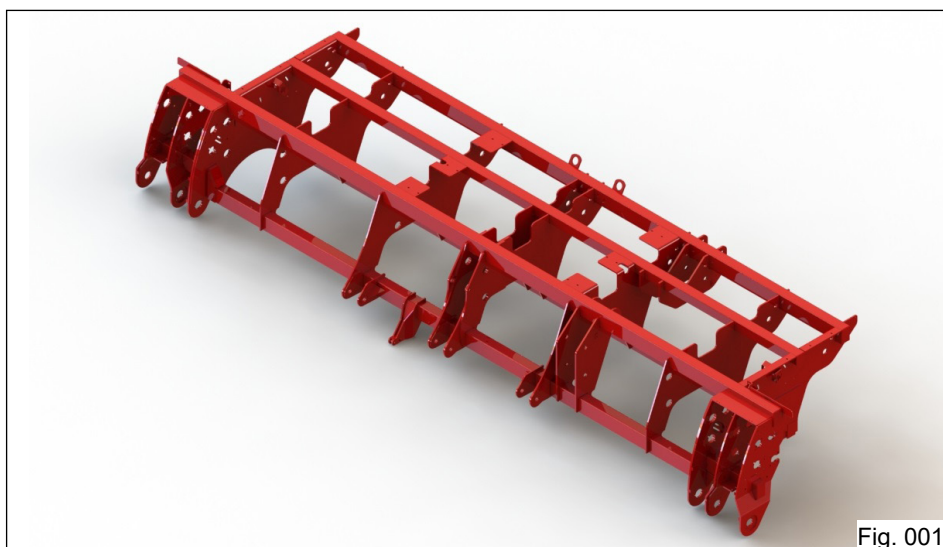

Fig. 001
- Alta resistência e durabilidade, estrutura em aço para suportar as várias condições de trabalho (Fig. 001);